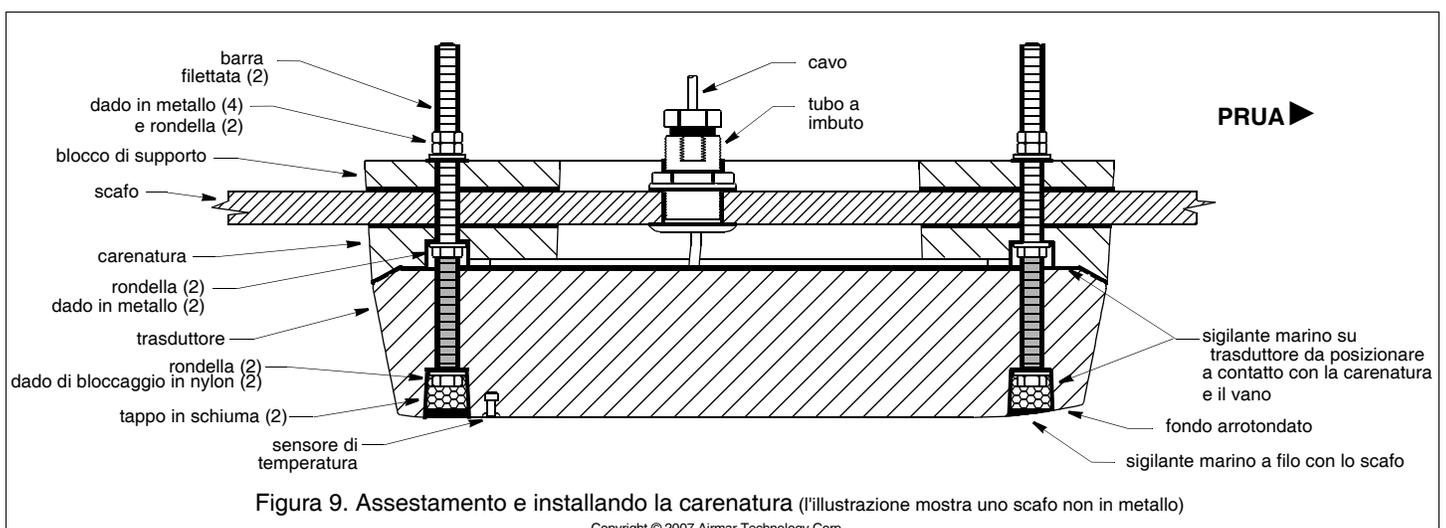

Figura 9. Assestamento e installando la carenatura (l'illustrazione mostra uno scafo non in metallo)
1. Applicate uno strato di sigillante marino spesso 2 mm (1/16") alla superficie del trasduttore da posizionare a contatto con la carenatura, compresi i vani per le rondelle e i dadi (vedi Figura 9).